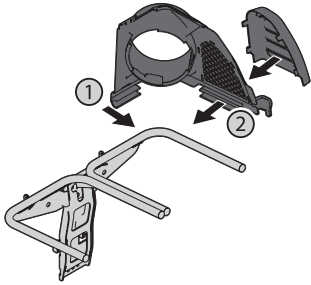

Figure 9
2. Insérez le support en plastique de la goulotte supérieure en clipsant d'abord la partie latérale sur la barre (1) de support de l'ensacheuse, comme illustré à la Figure 9.
3. Enclenchez la partie avant de la goulotte de descente sur la barre (2), comme illustré à la Figure 9.